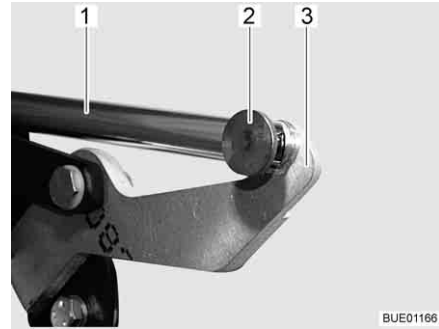

Bild 118 Antrieb
- Verbindung (z. B. Stift und Federstecker) (Bild 118,2) zwischen Schubstange (Bild 118,1) und Hebel (Bild 118,3) abnehmen.